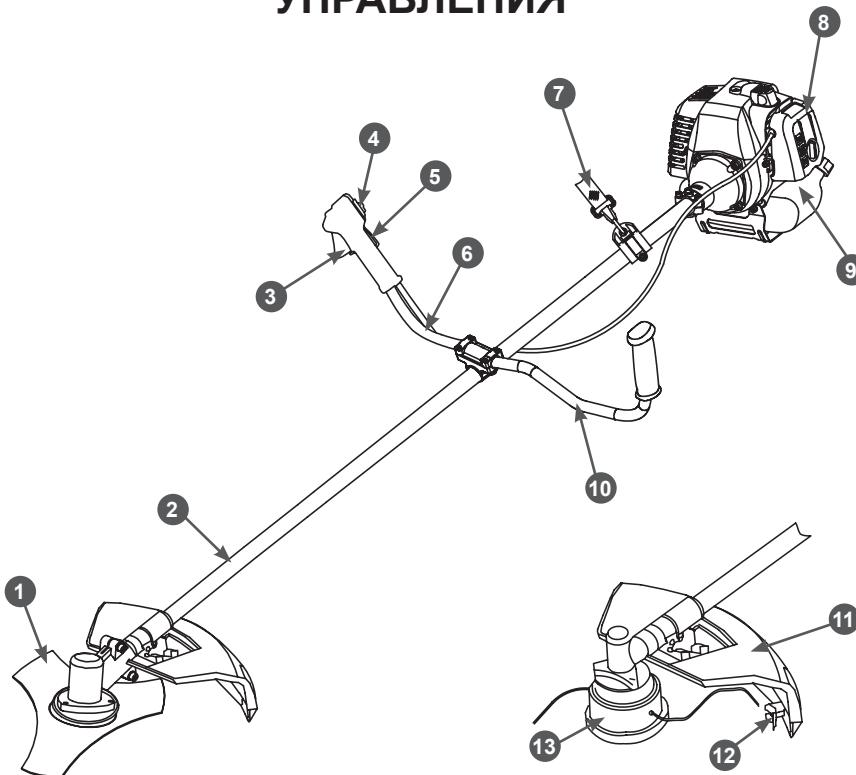

Рис.1 Расположение основных узлов и органов управления
*Перед первым использованием триммера с триммерной головкой необходимо удалить защитный чехол (при его наличии) с ножа ножа 12 (Рис. 1) для обрезки корда. Нож размещен на внутренней стороне защитного кожуха.*